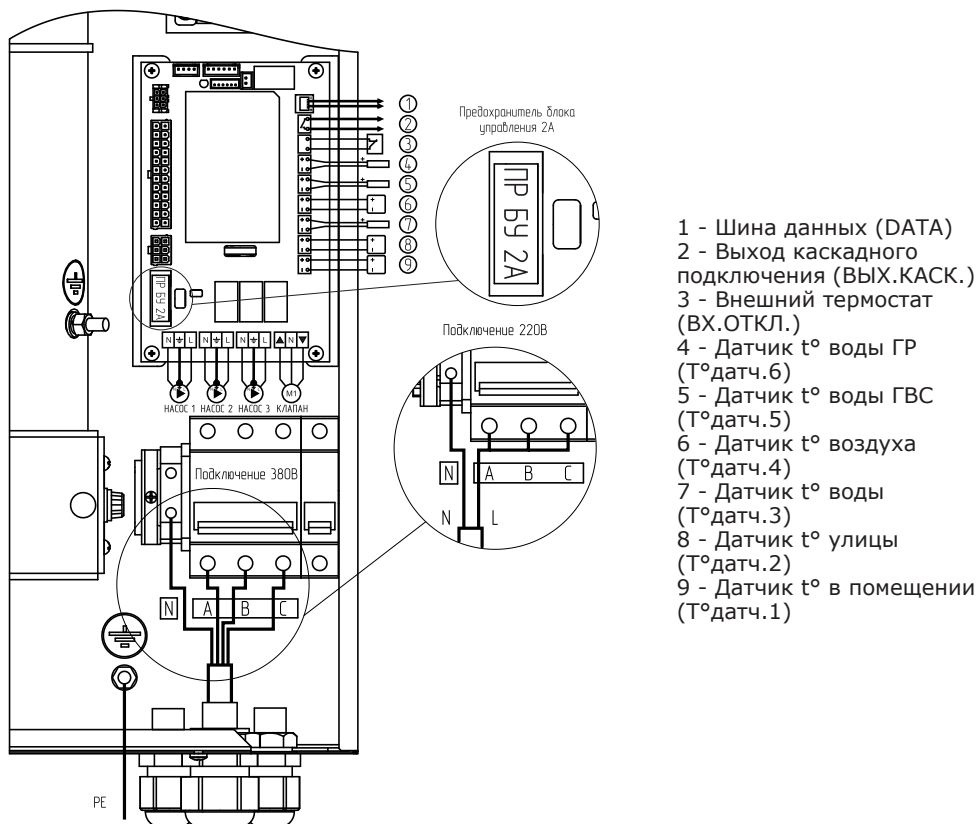

Рис.3 Схема подключения котлов ZOTA Solid 4,5-36
Схема присоединения котлов Solid к питающей сети, датчикам температуры, циркуляционному насосу и клапану приведена на Рис.3. Схема подключения к питающей сети котлов Solid от 45 до 60 кВт и котлов Solid от 70 до 100 кВт приведена на рисунке 3.1 и рисунке 3.2 соответственно.
- Подключить котел к трехфазной сети переменного тока 380 В, 50 Гц, для этого присоединить рабочий нулевой провод на клемму нейтраль (N) котла, фазные провода на клеммы А, В, С вводного автомата. Защитный нулевой провод (РЕ) подключить на болт «ЗАЗЕМЛЕНИЕ» (см. Рис.3 для Solid 4,5-36 кВт, Рис.3.1 для Solid 45-60 кВт и Рис.3.2 для Solid 70-100 кВт);
- При питании котла от однофазной сети переменного тока 220 В, 50 Гц присоединить рабочий нулевой провод на клемму нейтраль (N) котла, а фазный на клеммы А, В, С вводного автомата, защитный нулевой провод (РЕ) должен подключаться к клемме «ЗАЗЕМЛЕНИЕ» (см. Рис.3 для Solid 4,5-36 кВт, Рис.3.1 для Solid 45-60 кВт и Рис.3.2 для Solid 70-100 кВт). Для соединения клемм А, В, С вводного автомата в комплекте имеется специальная перемычка (только для ZOTA «Solid»-4,5; ZOTA «Solid»-6; ZOTA «Solid»-7,5; ZOTA «Solid»-9), которая устанавливается на вводных клеммах автомата (см. Рис.3 для Solid 4,5-36 кВт, Рис.3.1 для Solid 45-60 кВт и Рис.3.2 для Solid 70-100 кВт);
- Присоединить датчики температуры воздуха помещения ($t_{датч1}$) и на улице ($t_{датч2}$) к колодкам на блоке управления, проводом с сечением не менее 0,5 кв.мм и длиной до 20 м как показано на Рис.3. Необходимо строго соблюдать полярность, обозначенную на схеме при подключении датчиков температуры. Маркировка проводов датчиков температуры воздуха: красный (+), синий (-).
- Присоединить провода (L, N, заземление) от насосов к соответствующим контактам на клеммной колодке котла как показано на Рис.3. Мощность, потребляемая каждым насосом не должна превышать 200 Вт.
- При необходимости присоединить провода (откр_общ_закр) от двигателя трехходового смешивающего клапана к соответствующим контактам на клеммной колодке котла как показано на Рис.3. Мощность двигателя привода не должна превышать 20 Вт при напряжении ~220 В.